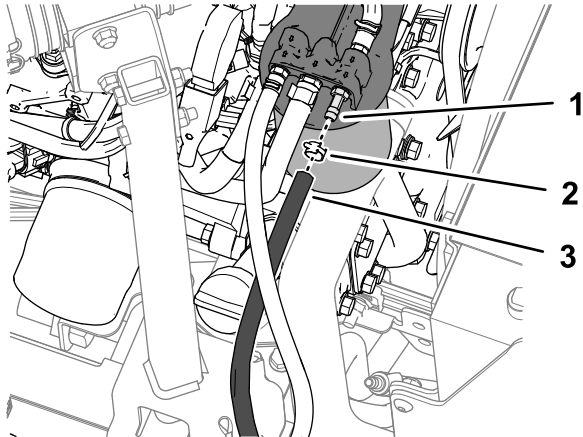

Figura 14
1. Retire la abrazadera tipo muelle y la manguera del depósito de combustible en el acoplamiento situado más hacia atrás del cabezal del filtro de combustible (Figura 14).